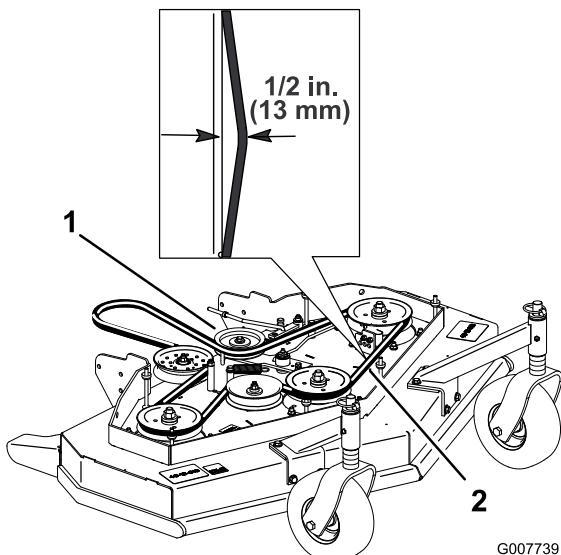

Figure 42
4. Retirez la poulie de tension et la courroie usagée (Figure 42).
Remarque: La tension correcte de la courroie du plateau de coupe est de 44-67 N avec une flèche de 13 mm à mi-chemin entre les poulies (Figure 42).